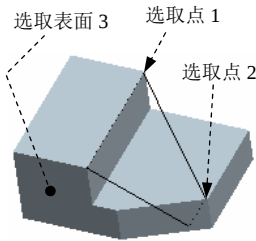

图 8.1.10 投影参考为平面
(1) 选取图 8.1.10 所示的点 1。
(2) 按住 Ctrl 键，选取图 8.1.10 所示的点 2。
(3) 在“投影”文本框中的“单击此处添加项”字符上单击，然后选取图 8.1.10 中的模型表面 3。